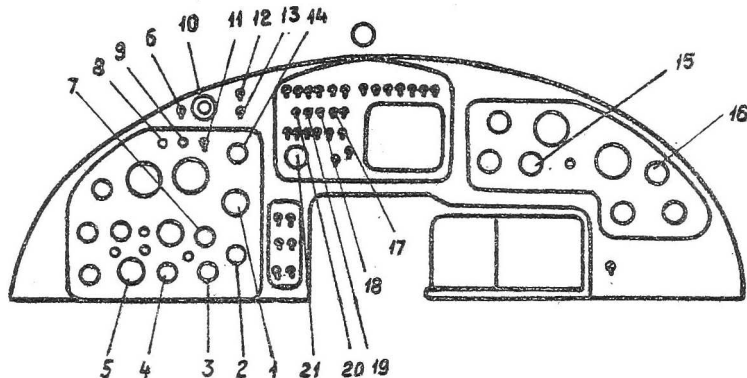
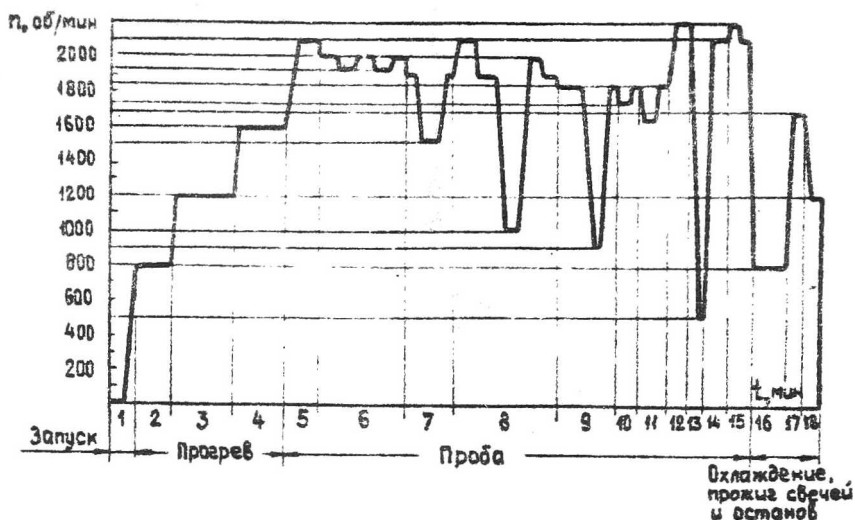

Рис.2. Приборная доска:
Рис.4. График пробы двигателя АШ-62ИР:
7. Замерить напряжение в бортсети, нажав на кнопку вольтметра 21 (рис.2). Напряжение должно быть не ниже 24 В.
сирены и сигнализации дверей 17 (рис.2);
13. Ручным насосом РНА-1А (рукоятка его - справа внизу, около левого сидения) создать давление бензина перед карбюратором, равное $P_{гс} = 0,3 - 0,35 \text{ кгс/см}^2$ (контроль по трехстрелочному индикатору I, рис.2).
убедиться, что при включенном автомате защиты сети ИВ (рис.2) горит желтая лампа 8 ;
установить переключатель I0 на левом пульте в положение "проверка I-й группы датчиков". При этом должна загореться красная лампа 9 (рис.2) сигнализации пожара;
1. Проверить, выключено ли зажигание (рычаг переключателя магнето 10 (рис.2) должен быть установлен в положение "0").
поставить АЗС-20 "Запуск" 6 (рис.2) в положение "Включено" (вверх);
После запуска двигателя работать на режиме, соответствующем 700-800 об/мин, до начала повышения температуры масла, но не менее 3 мин., после чего постепенно повысить частоту вращения до 1000-1200 об/мин (рис.4) и на этом режиме прогревать двигатель до достижения температуры головок цилиндров $t_{г.ц.} = + 120^{\circ}\text{C}$ и температуры масла $t_{м} = + 30^{\circ}\text{C}$ (контроль по приборам I и 2 рис.2). Затем постепенно увеличить частоту вращения до 1400-1600 об/мин, продолжая прогрев. Двигатель считается прогретым, когда $t_{г.ц.} = + 150^{\circ}\text{C}$, а $t_{м} = + 50^{\circ}\text{C}$. Для ускорения нагрева масла створки маслорадиатора должны быть закрыты.
П р и м е ч а н и е. Если прогрев двигателя производится при высокой влажности воздуха, морозящем дожде, то включить подогрев воздуха, поступающего в карбюратор, и поддерживать температуру смеси в пределах от + 3 до + 5⁰С (индикатор 4, рис.2). При этом, если при включении подогрева будут наблюдаться вспшки в карбюраторе или неустойчивая работа двигателя, немедленно остановить двигатель и проверить состояние жаровых труб.
Опробование двигателя производится в последовательности, указанной на графике (рис.4), а значения параметров, характеризующих нормальную работу двигателя, приведены в таблице.
1. Проверить работу двигателя на номинальной частоте вращения, установив сектором газа частоту вращения 2100 об/мин. Замерить по мановакуумметру 3 давление наддува p_k , по манометрам 1 и 2 давление масла p_m и давление бензина p_b , по термометрам 1 и 2 t_m и $t_{г.ц}$ (рис.2).
6. Проверить работу подогревателя воздуха, поступающего в карбюратор. Для этого на частоте вращения двигателя 1350 об/мин переместить рычаг 14 "от себя", включив подогрев воздуха. При этом уменьшится давление наддува, частота вращения может плавно понизиться на 150-250 об/мин, а температура смеси (по термометру 4, рис.2) будет повышаться. Через 10-15 с снова поставить рычаг управления подогревом в положение "Выключено", при этом наддув и частота вращения должны восстановиться до первоначальной величины.